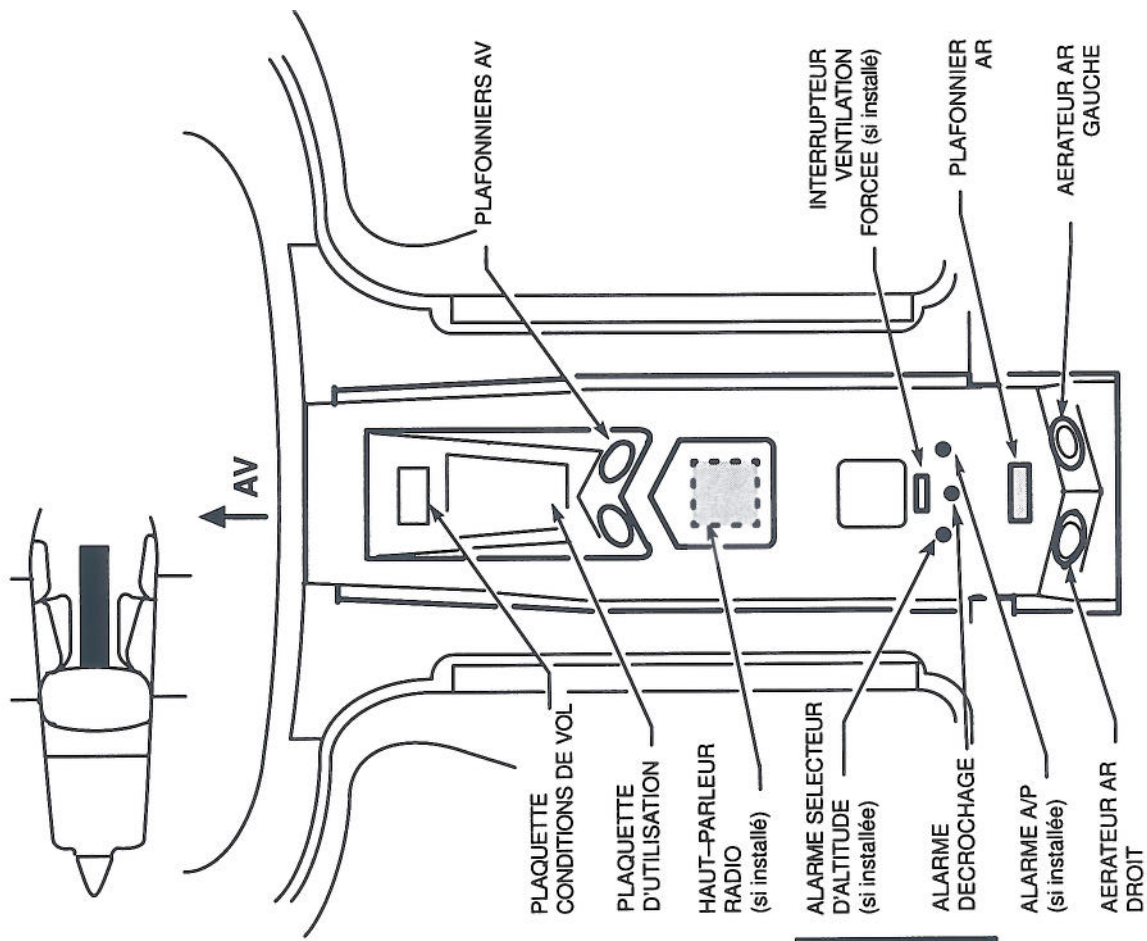

Figure 7.4 – EXEMPLE DE PARTIE CENTRALE DU PLAFOND
■ **La partie centrale du plafond** (voir Figure 7.4) comprend d'avant en arrière :